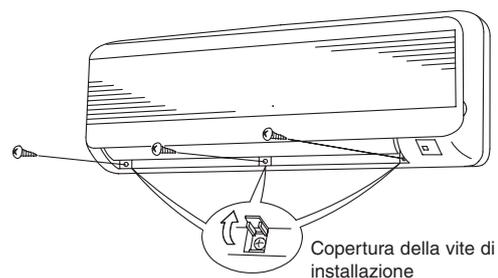

Fig. 3-23
- (3) Regolare il flap in modo che risulti orizzontale. (Fig. 3-23)
- (4) Aprire le coperture delle viti di installazione sotto la griglia (3 posizioni). (Fig. 3-23)
- (5) Rimuovere le viti. (Fig. 3-23)